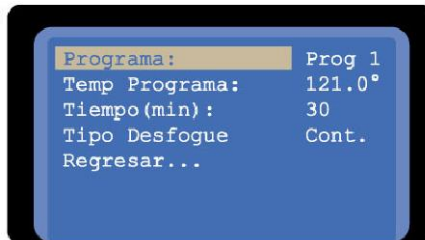

Figura 5
6. Si requiere modificar alguno de los programas pre-establecidos, en el renglón “Programa” pulse la tecla ENTER (Figura 5) se pondrá intermitente el parámetro “Prog 1”, pulsando la tecla de DECREMENTAR O INCREMENTAR puede subir o bajar para elegir el programa 1,2,3,4 o 5 que más le convenga. Para fijar el valor pulse ENTER.